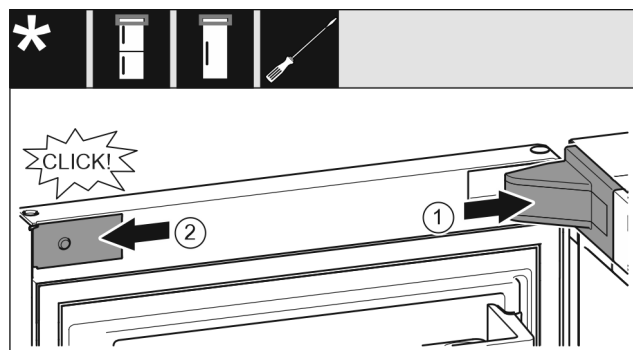

Fig. 24
- Nasadte a zaklapněte kryt stojanu ložiska Fig. 24 (1), příp. opatrně přitlačte od sebe.
- Z boku nasadte zásepku Fig. 24 (2) a zaklapněte.